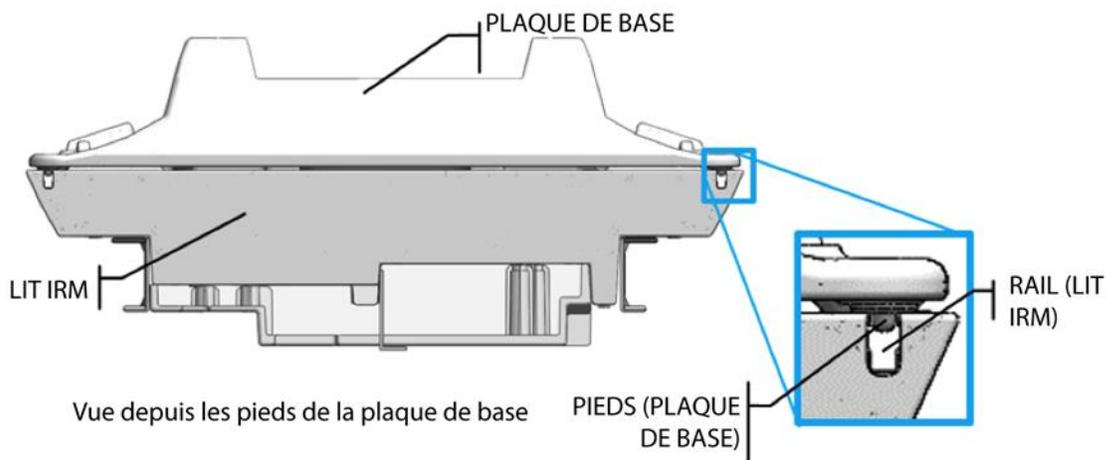

Figure 3 : Vue côté pieds de la plaque de base
1. Fixer la plaque de base aux pieds de la table IRM (Figure 3).